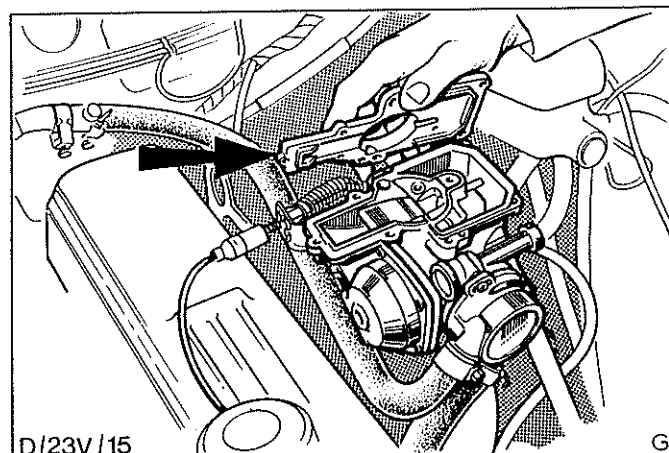

Abb.34 Vergaserdeckel entfernen
5. Schrauben (7) entfernen und Vergaserdeckel abmontieren, Abb.34.